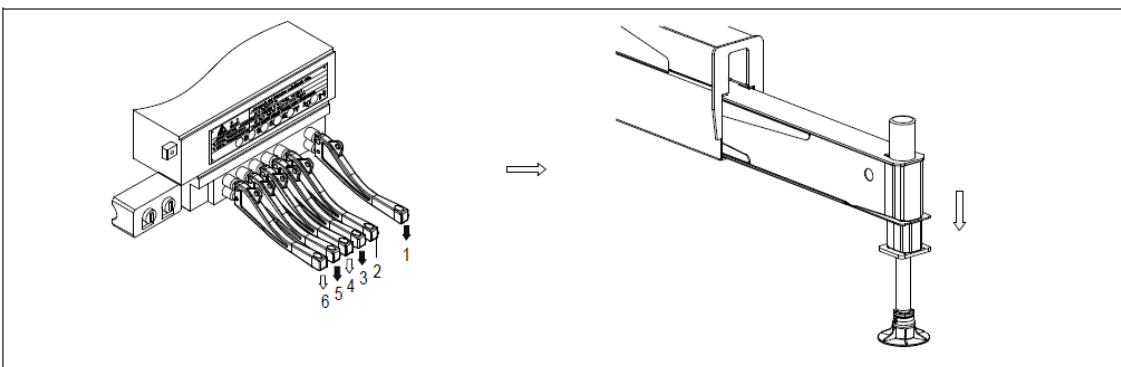

Figura 4-21 Extensão do cilindro vertical
- c) Conforme ilustrado na Figura 4-21: